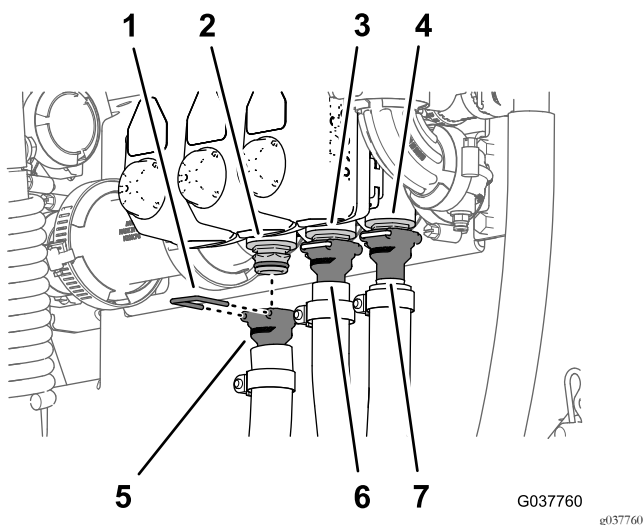

Bild 84
- Befestigen Sie das gerade, gezahnte Anschlussstück des Zulaufschlauchs für den linken Auslegerzulaufschlauch am Schnellkupplungsanschlussstück am linken Auslegerabschnittventil (Bild 84).
3. Befestigen Sie das gerade, gezahnte Anschlussstück mit dem Halter, der dem Schlauch beiliegt, am Schnellkupplungsanschlussstück (**Bild 84**).